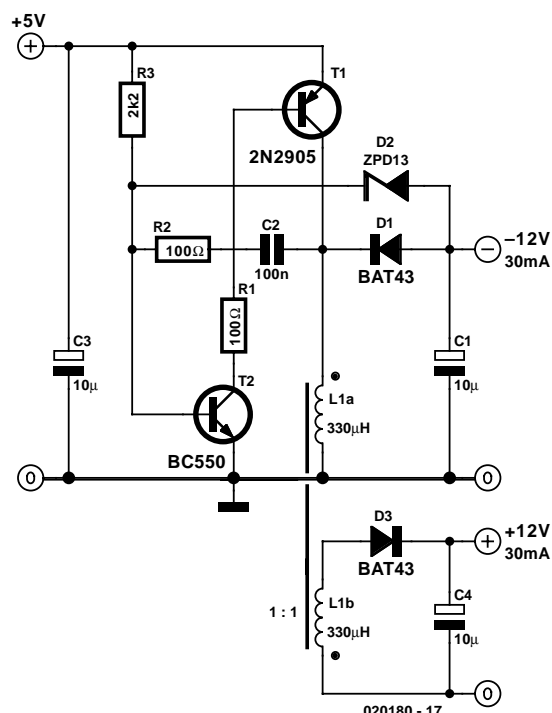

Figure 10. Convertisseur inverseur/flyback en un.
née dans l'inductance. Les convertisseurs abaisseurs et élévateurs de tension passent par contre toujours par des phases bien définies de transfert direct d'énergie de l'entrée à la sortie. Selon son mode de fonctionnement, la tension de sortie du convertisseur inverseur sera plus ou moins élevée que la tension d'entrée. C'est pourquoi ce convertisseur est dénommé dévolteur-survolteur (*up-down* ou *buck-boost*). Le prototype de la **figure 10** peut engendrer une tension de -12 volts à partir de 5 V. Le circuit de base est une fois encore à celui des **figures 3** et **7**.
Le convertisseur *flyback* est tellement similaire au convertisseur inverseur qu'il est superflu d'en donner le schéma. Il suffit de placer un second enroulement sur la bobine du convertisseur inverseur (attention au sens de l'enroulement) pour obtenir une sortie supplémentaire séparée galvaniquement. Comme le rapport des nombres de tours est 1:1, les 2 tensions de sortie sont égales. En modifiant le rapport de transformation d'un convertisseur *flyback*, on peut atteindre une tension de sortie considérablement plus élevée ou plus basse sans recourir à un rapport cyclique par trop extrême. Dans le cas de la **figure 10**, notons que seule la sortie du convertisseur inverseur est soumise à une régulation ; la deuxième sortie (*flyback*) ne l'est pas. Ce circuit, dont le rendement est aussi de l'ordre de 60 %, permet d'obtenir facilement une tension d'alimentation positive et négative pour amplificateurs opérationnels à partir d'une source 5 V.
**figure 11** (diamètre et hauteur de 10 mm environ) s'avèrent particulièrement simples à utiliser. On les déniché parfois dans d'anciennes alimentations de PC et il suffit de les rebobiner. Dans le cas de nos spécimens, du fil entre 0,2 et 0,3 mm de diamètre a fait l'affaire. Un « entrefer » considérable empêche la saturation du noyau. Lors du bobinage, veiller à assurer un excellent couplage entre les enroulements de l'inductance double destinée au convertisseur *flyback*. La bobine du convertisseur de la **figure 10** répond à cette condition car les 2 enroulements sont bobinés sous forme bifilaire (pratiquement avec un fil double).